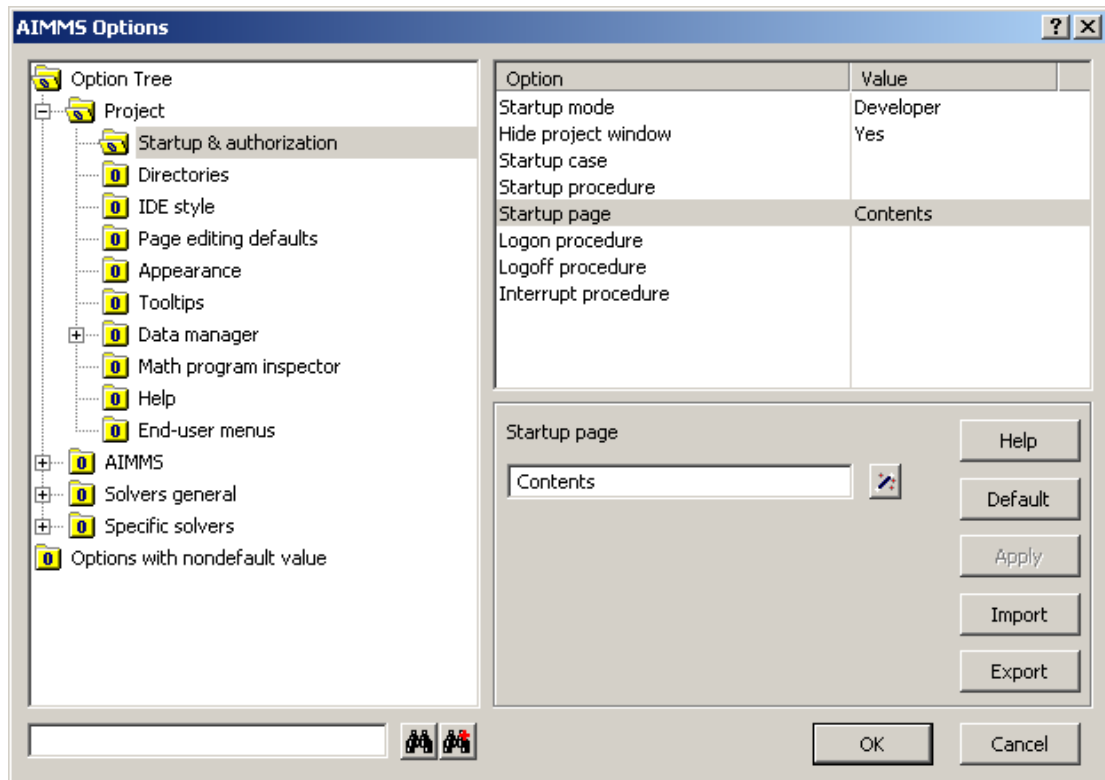

图 10.18: Aimms Options 对话框
- 如图 10.18 所示，设置 ‘Startup page’，然后